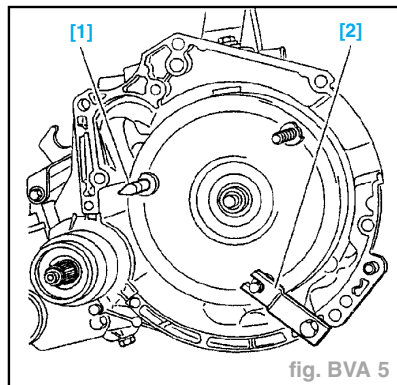

fig. BVA 5
- Poser l'outil [1] (4061-TC) plot de centrage sur la fixation supérieure du convertisseur (côté nez du démarreur) du convertisseur (côté nez du démarreur) (fig. BVA 5).